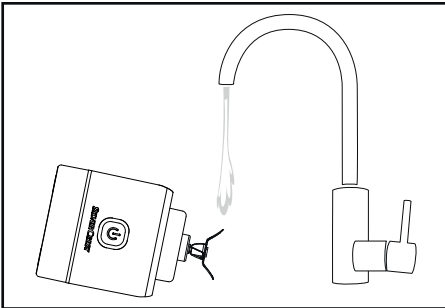

Fig. 2
- Skyl kun krydskniven **5** forsigtigt, evt. med en opvaskeborste under rindende vand. Sørg for, at der ikke kommer vand på motordelen **9**, og læg ikke produktet ned i vand! Hæld produktet, så det kun er krydskniven **5**, der kommer ind i vandstrålen (se fig. 2). Hvis du foretager rengøringen lige efter brug, er det lettere at fjerne snavs.